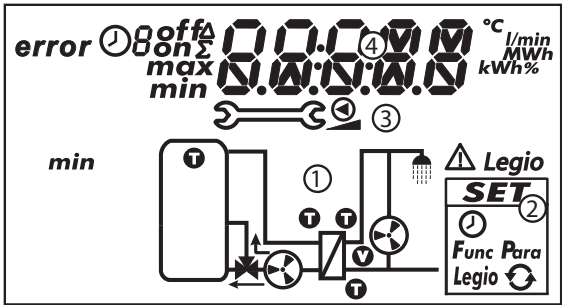

Fig. 7 : Aperçu des zones d'affichage (l'ensemble des éléments est représenté)
Le tableau suivant décrit les symboles du graphique du système (① dans la fig. 7).
Le menu de configuration (② dans la fig. 7) contient les entrées suivantes :
Le tableau suivant décrit les pictogrammes pour les différentes fonctions (③ dans la fig. 7).
L'affichage des valeurs d'exploitation et de configuration (④ dans la fig. 7) se compose des éléments suivants :
①	Le symbole est affiché en cas d'erreur.
②	Symbole pour le contrôle temps des fonctions. Le symbole s'affiche lorsque : • une limite de temps ou un contrôle temps est configuré • l'état de la limite de temps ou du contrôle temps est affiché • la limite de temps bloque un contrôle température (le symbole clignote)
③	Numéro de la plage horaire qui vient d'être définie/affichée dans le menu de configuration ou dans laquelle se situe l'heure actuelle. Le contrôle temps d'une fonction se compose de 1 ou 3 plages horaires réglables. Exemple : Plage horaire 1 : 06.00 – 08.00 Plage horaire 2 : 11.00 – 12.30 Plage horaire 3 : 17.00 – 19.00
④	Informations complémentaires : on, off : état de commutation/condition de commutation activé, désactivé max, min: valeur maximale , valeur minimale Σ : valeur cumulée d'exploitation depuis la première mise en service, non-réinitialisable Δ : valeur cumulée d'exploitation depuis la dernière remise à 0
⑤	Affichage de : • valeurs de mesure • valeurs de configuration • codes d'erreur • autres informations, p.ex. la version du logiciel
⑥	Unité physique des valeurs affichées dans ⑤ : °C, l/min, %, h, kWh, MWh